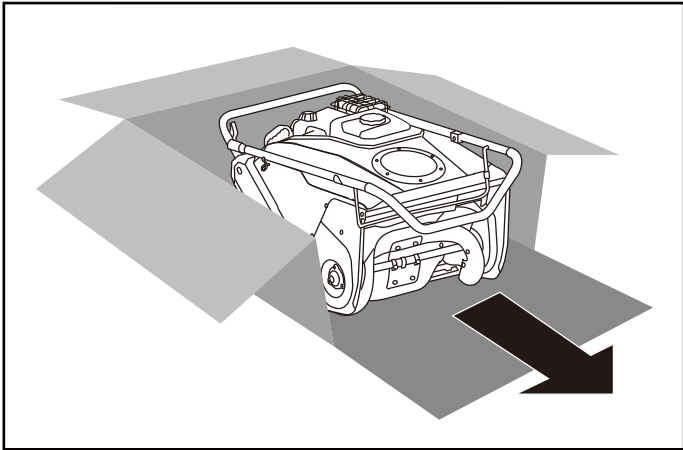

Fig.1
4. Saque el quitanieves de la caja. (Fig.1)